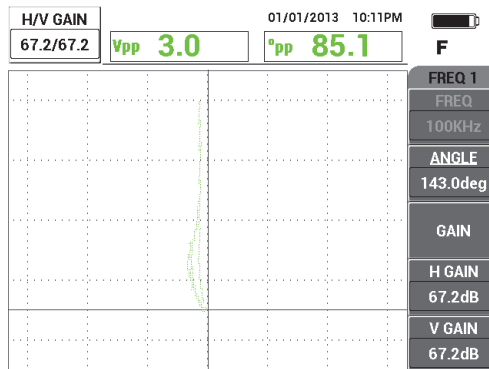

Abbildung 5-35 Einstellen der vertikalen Verstärkung
5. Drücken Sie die Direktzugriffstaste GAIN (**dB**) und stellen Sie die **H/V VERST** ein bis sie das Signal der Nut erreicht, was 90 % der Bildschirmhöhe entspricht (siehe Abbildung 5-35 auf Seite 161).